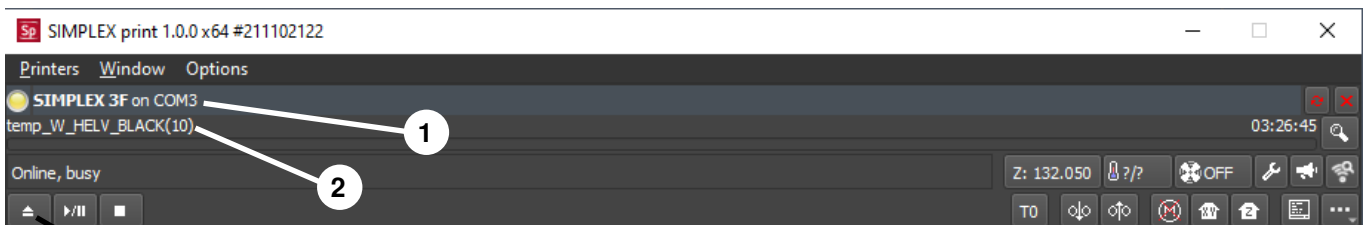

図 67
- ◆ ステータスバーにSIMPLEXが表示されます (1、図67)。
⇒ ロードボタン (3、図67) をクリックして、Gコードを選択し、ロードします。
- ◆ 対応するファイル名がステータスバーに表示されます(2、図67)